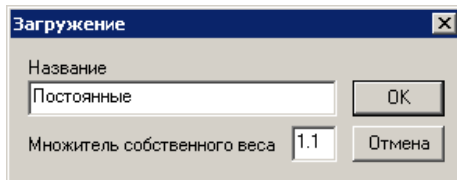

Рис. 2.17. Диалоговое окно изменения загрузки
**Изменить...** – кнопка вызывает диалоговое окно для редактирования названия выделенного загружения (рис. 2.17). Для учета при расчете собственного веса конструкции необходимо ввести множитель собственного веса.